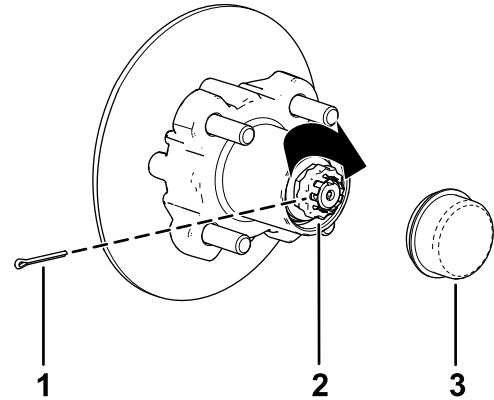

Figura 34
8. Coloque el retenedor sobre la tuerca y compruebe la alineación de la ranura del retenedor y el orificio de la chaveta de la mangueta (Figura 34).
9. Instale la chaveta y doble las patas alrededor del retenedor (Figura 34).
10. Instale el tapón guardapolvo sobre el cubo (Figura 34).